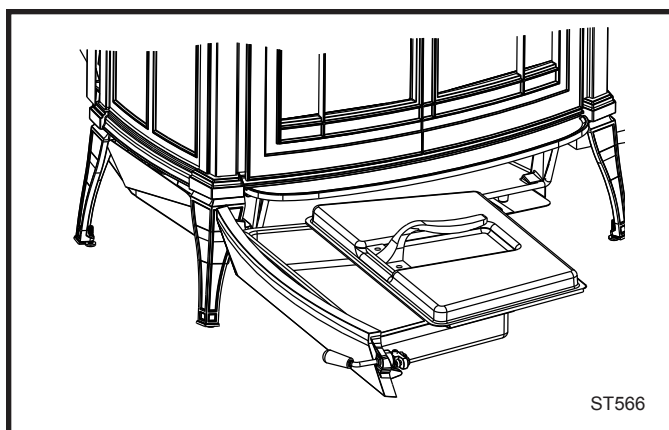

Fig. 41 Assurez-vous que le couvercle est bien fixé avant de retirer le cendrier.
- Glissez le couvercle sur le cendrier et vérifiez qu'il est bien fermé. (Fig. 41)